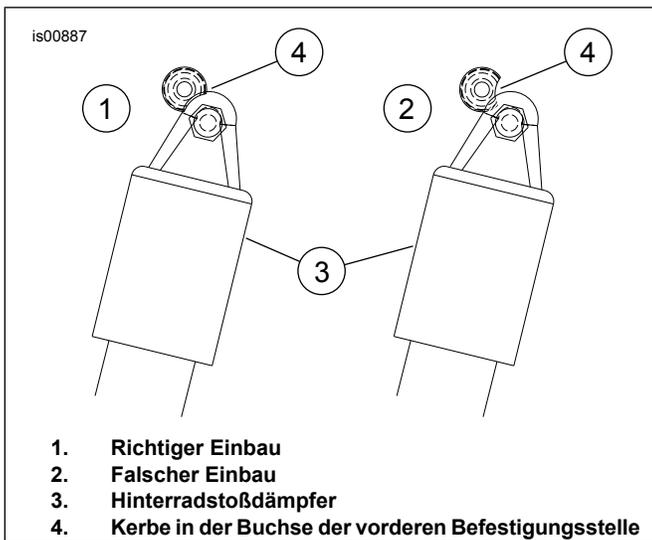

Abbildung 3. Position der Kerbe
5. Siehe Abbildung 3. Die Kerbe in der Buchse (4) in die „richtige“ Stellung (1) drehen.